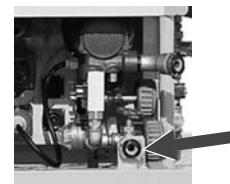

Рис. 25: Кран для очистки
- присоедините шланги и напыляющий пистолет (дополнительное оборудование) к крану для очистки (рис. 25)